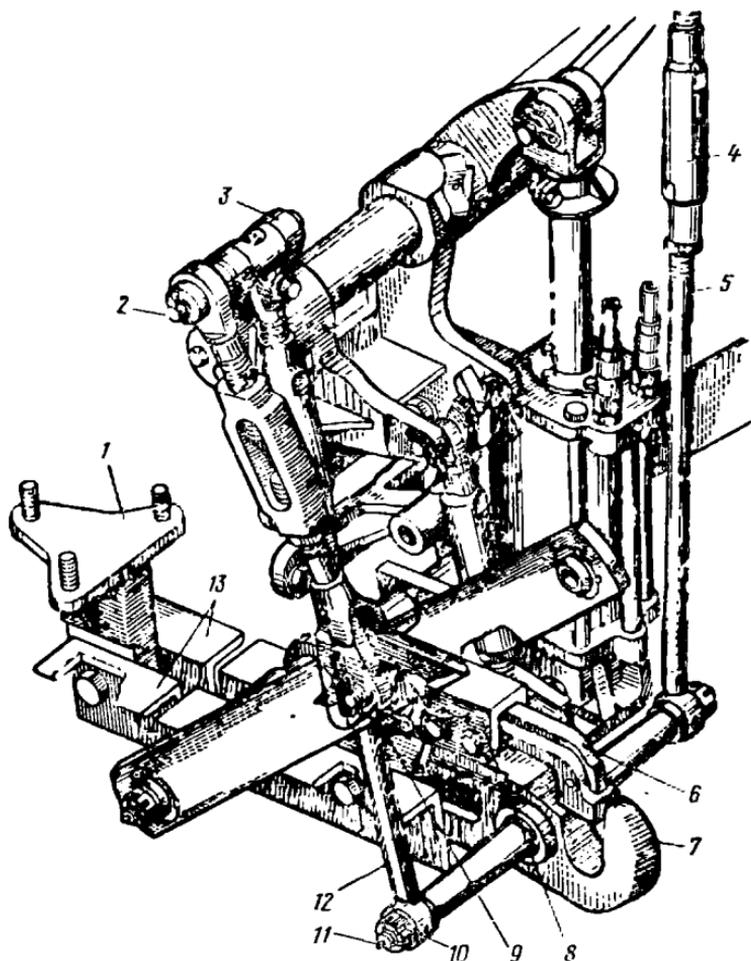

Рис. 74. Гидрофицированный прицепной крюк:
Гидрофицированный прицепной крюк (рис. 74) жесткий, шарнирно связанный с
5. Закрепляют тяги 5 и 12 (см. рис. 74), установленные на оси 11 крюка, для чего гайки 10 затягивают до отказа, а затем отпускают для совпадения прорези гайки с отверстием под шплинт и стопорят, обеспечив свободу вращения тяги на оси.
11. Проверяют правильность регулирования двухкратным опусканием крюка в крайнее нижнее положение и подъемами его в крайнее верхнее положение. Крюк должен свободно входить в паз кронштейна 8 (см. рис. 74), при этом зев крюка должен перекрываться упором, а отверстия в крюке и кронштейне должны совпадать.
Перед подъемом крюка в транспортное положение и опусканием для сцепки или расцепки необходимо во избежание поломок проследить, чтобы стопорный палец 9 (см. рис. 74) был вынут из совмещенных отверстий кронштейна и крюка. Движение трактора с опущенным крюком приведет к поломке крюка. Крюк должен быть поднят в транспортное положение, а при транспортных работах застопорен. При невыполнении этих требований возможны расцепка трактора и авария.